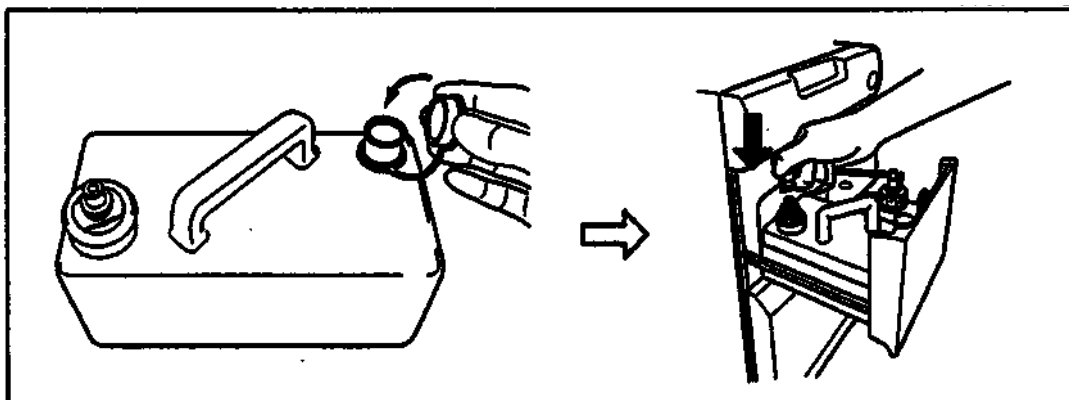

Рис. 4.61
7. Присоедините резиновый колпачок к впускному отверстию на баке с моющим раствором и убедитесь в отсутствии протечек моющего раствора за пределы бака. Поместите бак с моющим раствором на лоток для моющего раствора/спирта OER- присоедините к нему трубку, которая изначально была присоединена к баку (см. рис. 4.61).